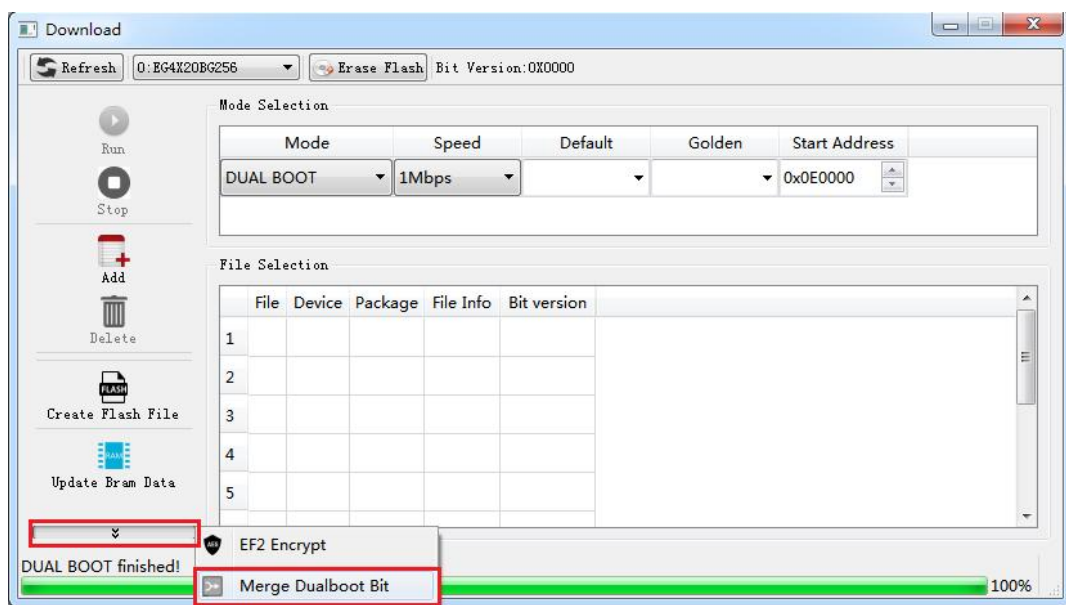

图 3 打开 merge dualboot bit
- 1、打开安路 download 软件，选择 merge dualboot bit，如图 3 所示。